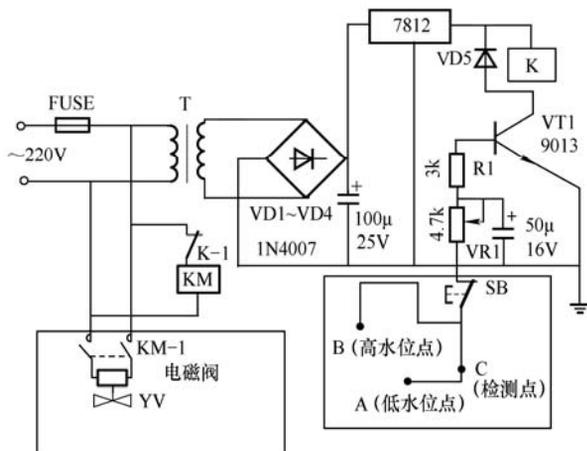

图 4-49 太阳能热水器自动上水电路
3) 当水位低于 B 点但高于 C 点时, 人工触按 SB 开关, VT1 基极经 SB 通电, VT1 导通也能上水。当水位降至 A 点以下时, SB 自动接通, VT1 导通, 继电器 K 常闭触点 K-1 接通, 接触器 KM 得电, KM-1 吸合, 电磁阀得电打开, 电路恢复原上水状态。相关电路如图 4-49 所示。